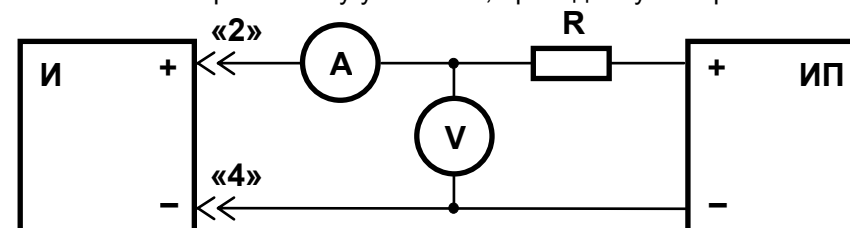

Рис. 8.1.
8.2.1. Соберите схему установки, приведенную на рис. 8.1.